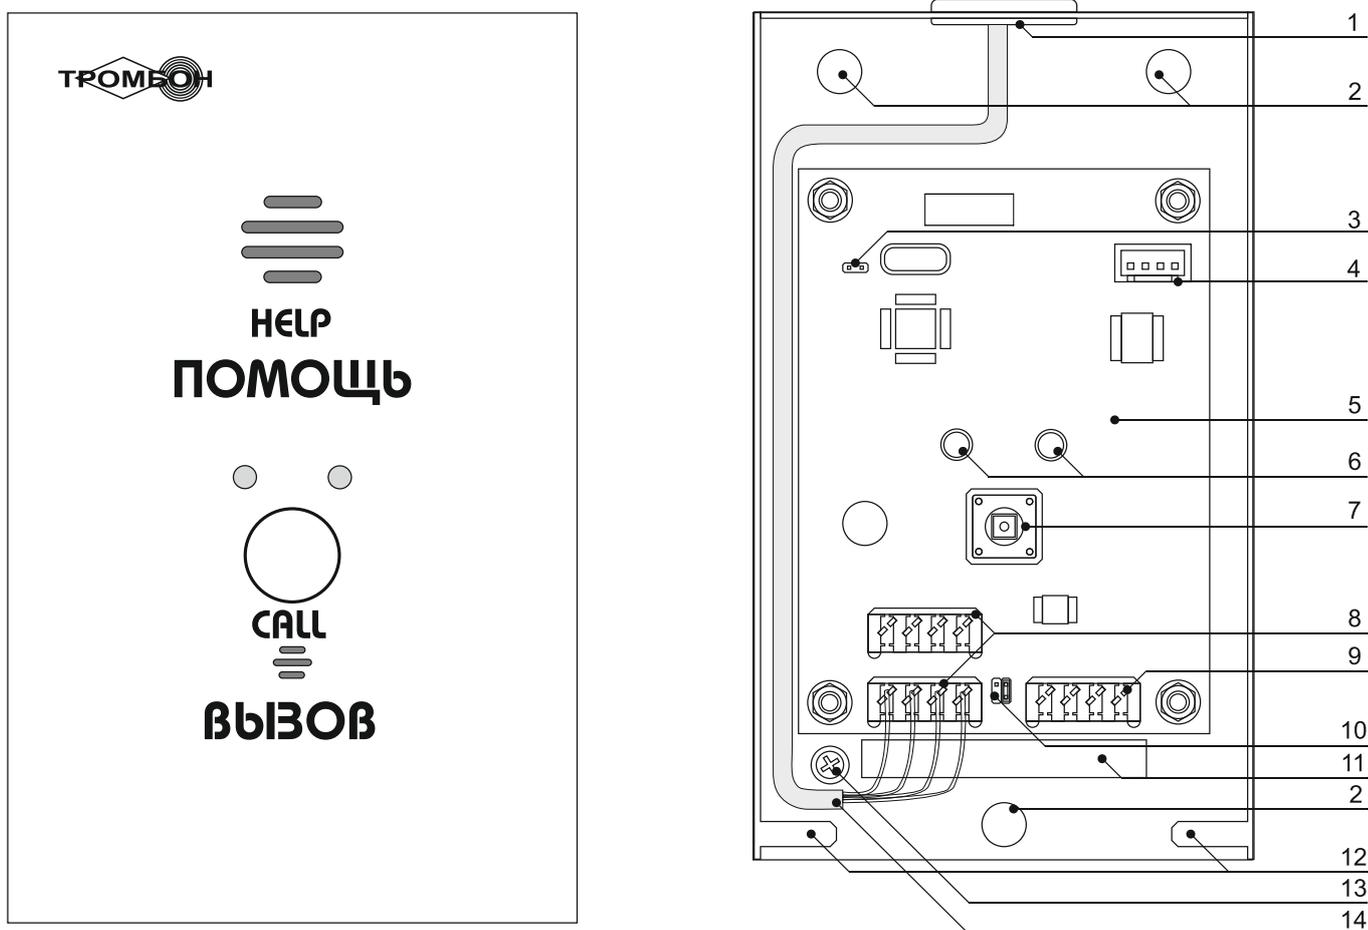

Рис. 1. Внешний вид «Тромбон СОРС АВУ-Н/Н1» и вид на АВУ со снятой крышкой.
2). Снимите крышку АВУ. Протяните линии связи через кабельный ввод (рис. 1, поз. 1) на верхней панели АВУ или через специальное окно (рис. 1, поз. 11) в задней стенке АВУ. Установите АВУ на стену.
3). Подключите к разъемам рис. 1, поз. 8 линию связи с ЛБС и другими АВУ системы. АВУ подключаются к линии связи с ЛБС последовательно, соединений типа «звезда» на одной линии не допускается. Для удобства подключений АВУ имеет два разъема, контакты которых соединены параллельно. К одному разъему подключается линия связи от ЛБС или предыдущего АВУ в линии, ко второму – линия связи со следующим АВУ. Схема подключения указана в приложении 2.
4). Подключите к винту рис. 1, поз. 13 экранирующие оплетки кабелей связи с ЛБС и другими АВУ.
5). Включите согласующие резисторы у последних АВУ в каждой линии. Включение резистора выполняется перестановкой перемычки рис. 1, поз. 10 на левую пару контактов.
6). Подключите к разъему рис. 1, поз. 9 устройства помощи МГН. Схема подключения представлена в приложении 3.
7). Возьмите крышку АВУ, подключите кабель от микрофона и динамика, установленных на крышке к соответствующему разъему на плате АВУ, см. рис. 1, поз. 5.
8). Подведите крышку АВУ снизу к основанию, введите выступ крышки в зацепление с выступами основания см. рис. 1, поз 12, далее прижмите крышку к основанию и с небольшим усилием сдвиньте ее вверх, до упора (см. приложение 4 поз 1).
При изменении конфигурации системы или установке в систему ранее использованного АВУ, необходимо выполнить смену его адреса на заводской (по умолчанию). Только после этого возможно запрограммировать это АВУ в систему. Для смены адреса на заводской необходимо на клеммы АВУ рис. 1 поз. 3 установить перемычку, после этого подать питание на АВУ. Адрес АВУ будет заменен на заводской. После этого необходимо снять перемычку и запрограммировать АВУ в систему.